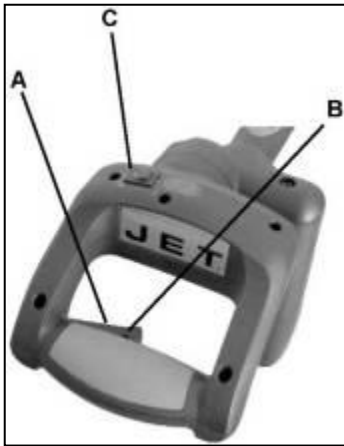

Рис. 23
Световой указатель включается клавишей на выключателе, расположенном на ручке (С, рис. 23) двигающей пильную голову. Если забыли выключить указатель, датчик выключит его через 20 минут. Выключатель должен быть проверен (при выключенном указателе произвести распил и включить его).
4. Сожмите *клавишный выключатель* (А, рис. 23), чтобы начать пиление.
2. Отпустите клавишный выключатель (А, рис. 23) и ждите остановки всех движущихся частей, прежде, чем двигать Вашими руками и поднять руку держащую пыльную голову.
1. Отпустите клавишный выключатель (А, рис. 23) и ждите остановки всех движущихся частей, прежде, чем двигать Вашими руками и поднять руку держащую пильную голову.
Отпустите клавишный выключатель (А, рис. 23).
Отметьте: Сделайте Вкл\выкл выключатель недоступный для детей, вставляя замок через отверстие (В, рис. 23) в клавишном выключателе.